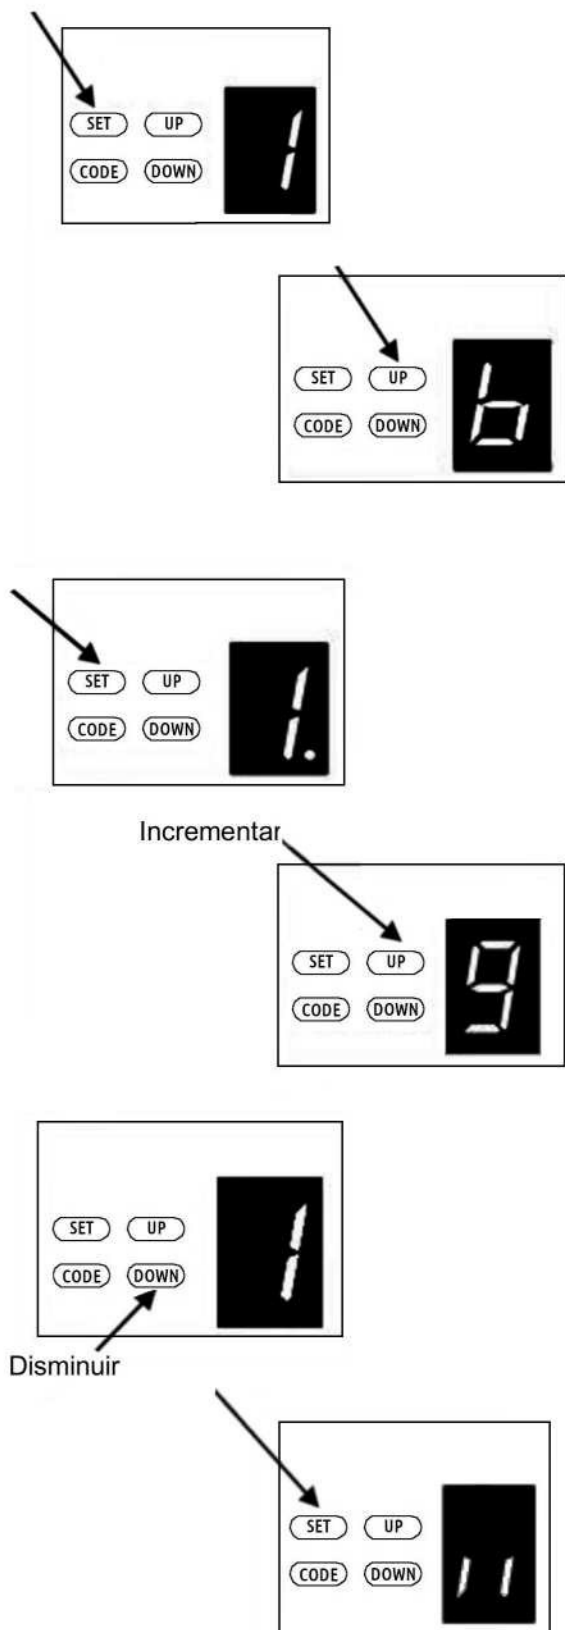

Fig.50
b) Ajuste de la Ignorancia de la Altura de Inversión. (Fig.50)